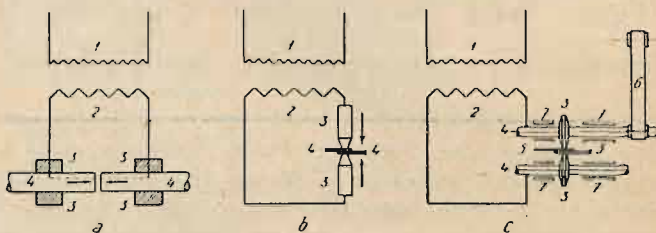

Fig. 2. Spawanie oporowe:
Kilka lat później zaczął się silny rozwój elektrycznego spawania oporowego (1907) (fig. 2); rozkwit spawania zapomocą łuku elektrycznego nastąpił dopiero podczas wojny światowej.
- 3) oporowe (fig. 2).
Schematycznie przedstawione są te sposoby spawania na fig. 2 i bliższych wyjaśnień nie wymagają.